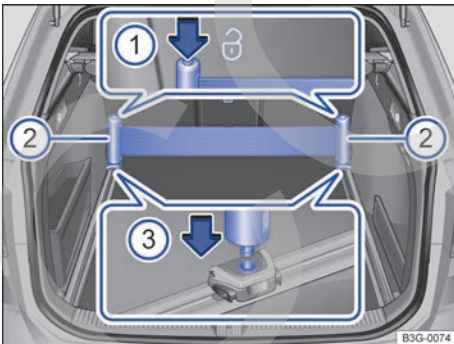

Fig. 150 En el maletero: desmontar y montar la cinta de sujeción.
- Sujete los soportes de la cinta de sujeción → fig. 150 **2** con las dos manos y presione y mantenga presionadas las dos teclas de la cinta → fig. 150 **1**.
- Coloque, uno tras otro, los soportes de la cinta en el rebaje de la argolla de amarre desplazable correspondiente → fig. 150 **3** (flecha pequeña) y encástrelos.
- Suelte las teclas de la cinta → fig. 150 **1**.
- Presione las teclas de la cinta → fig. 150 **1** para tensarla.
Desmonte los dos soportes de la cinta de sujeción → fig. 150 **2** siempre uno tras otro.
- Presione y mantenga presionada la tecla correspondiente de la cinta → fig. 150 **1**.
- Retire el soporte → fig. 150 **2** de la argolla de amarre desplazable hacia arriba.
- Junte los dos soportes de la cinta de sujeción → fig. 150 ② despacio. La cinta se enrolla automáticamente.
- Suelte las teclas de la cinta → fig. 150 ①.